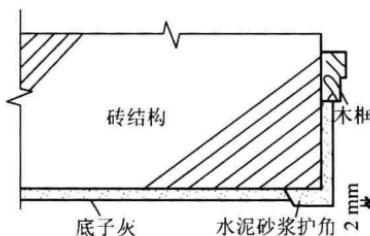

图1—5 门窗口角做法
①先在门窗口的侧面抹1:3水泥砂浆后,在上面用砂浆反粘八字尺或直接在口侧面反卡八字尺,使外边通过拉线或用大杠靠平的方法与所做的灰饼一平、上下吊垂直。
②然后在靠尺周边抹出一条5cm宽、厚度以靠尺为据的一条灰梗。
③用大杠搭在门窗口两边的靠尺上把灰梗刮平,用木抹子搓平。拆除靠尺刮干净,正贴在抹好的灰梗上,用方尺依框的子口定出稳尺的位置,上下吊垂直后,轻敲靠尺使之粘住或用卡子固定。随之在侧面抹好砂浆。
④在抹好砂浆的侧面用方尺找出方正,划擦出方正痕迹,再用小刮尺依方正痕迹刮平、刮直,用木抹子搓平,拆除靠尺,把灰梗的外边割切整齐。
⑤待护角底子六七成干时,用护角抹子在做好的护角底子的夹角处捋一道素水泥浆或素水泥略掺小砂子(过窗纱筛)的水泥护角。也可根据需要直接用1:3水泥砂浆打底,1:2.5水泥砂浆罩面的压光口角。单抹正面小灰梗时要略高出灰饼2mm,以备墙面的罩面灰与正面小灰梗一平(图1—5)。